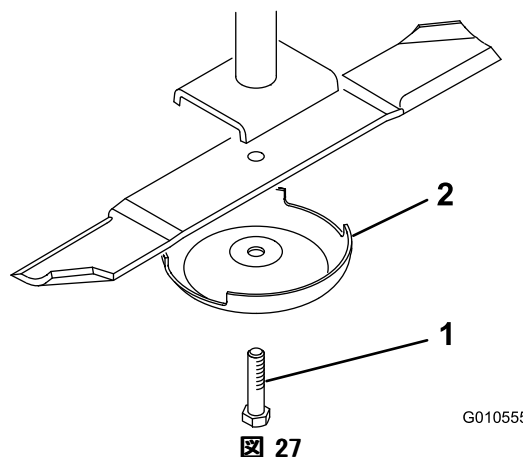

図 27
2. ぼろきれや厚いパッドの入った手袋を使ってブレードの端部をしっかりと握る。スピンドルのシャフトからブレードボルト、芝刈り防止カップ、ブレードを取り外す（図 27）。